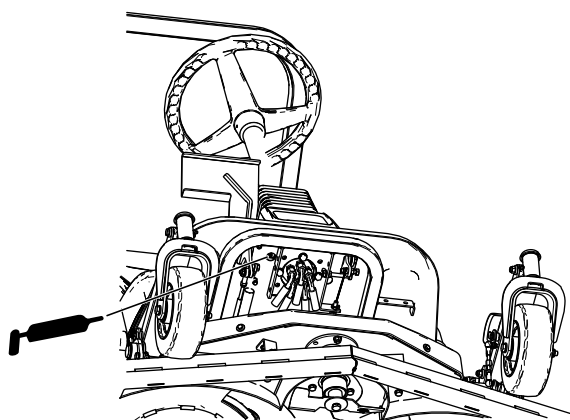

Figura 39
- Boccola girevole del pedale di comando della trazione (Figura 39)